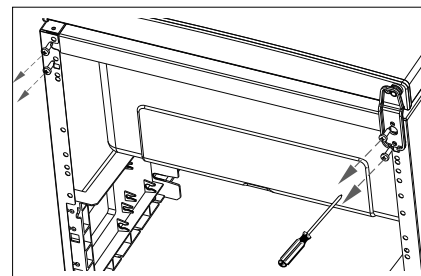

Fig. 2
- ▶ Løsn begge skruer i nederste hængsel med en stjerneskruetrækker (fig. 2).